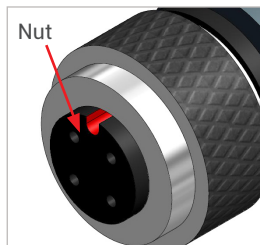

Abbildung 13
- ▶ Schließen Sie den Anschluss „A1“ des Datenkabels (Pos. 3) an den Stecker der WEH® Füllkupplung an. Anzugsdrehmoment 1 Nm. **Achtung:** Die Führungszapfen des Steckers des Datenkabels der WEH® Füllkupplung muss in die Nut des Steckers des Schlauchsets eingreifen (Abbildung 12 und Abbildung 13).